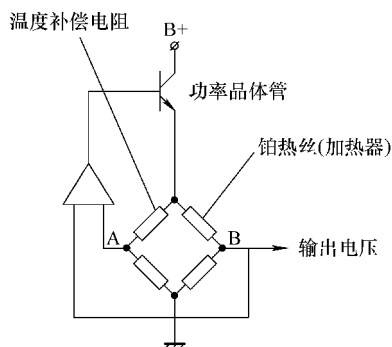

图 5-32 热线式空气流量传感器工作原理
(2) 工作原理 如图 5-32 所示,铂热丝和温度补偿电阻形成桥式电路,并且通过功率晶体管,使 A 和 B 两端之间的电压差保持相等来维持铂热丝的预定温度。